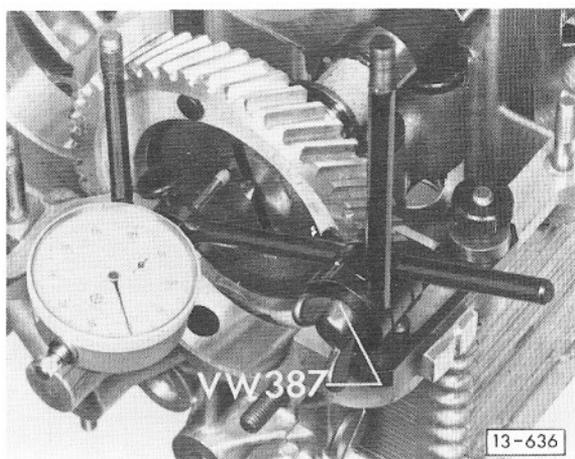

Fig. 1 Vérification du jeu axial de l'arbre à cames
- Mesurer le jeu axial – fig. 1